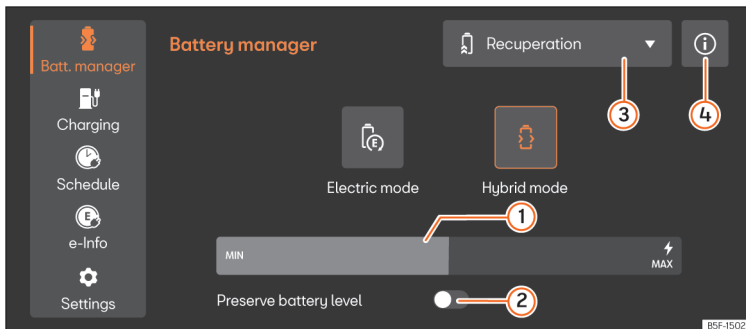

Fig. 121 În sistemul Infotainment: meniul Manager baterie
- Selectați **modul electric** sau **modul hibrid** în sistemul Infotainment. Mai multe informații despre modul de funcționare pot fi găsite în ① >>> **fig. 121 ④**.
Explicație pentru  **fig. 121:**